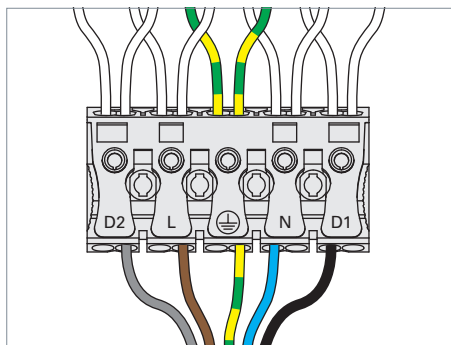

Fig. 5: Collegare l'apparecchio d'illuminazione.
- Collegare i conduttori del cavo di collegamento al morsetto del telaio dell'apparecchio d'illuminazione, vedi Fig. 5.